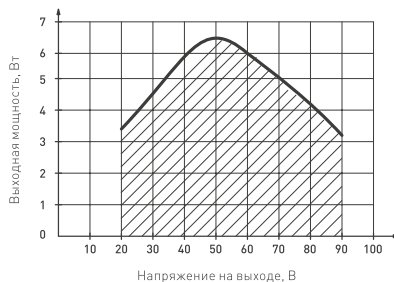

Рисунок 2. График зависимости выходной мощности источника питания от напряжения на выходе (примерный)
- 4.3. При подборе светодиодной панели или светодиодного светильника учитывайте зависимость выходной мощности источника питания от напряжения на выходе (см. рисунок 2). Выходное напряжение источника обусловлено подключаемой нагрузкой.